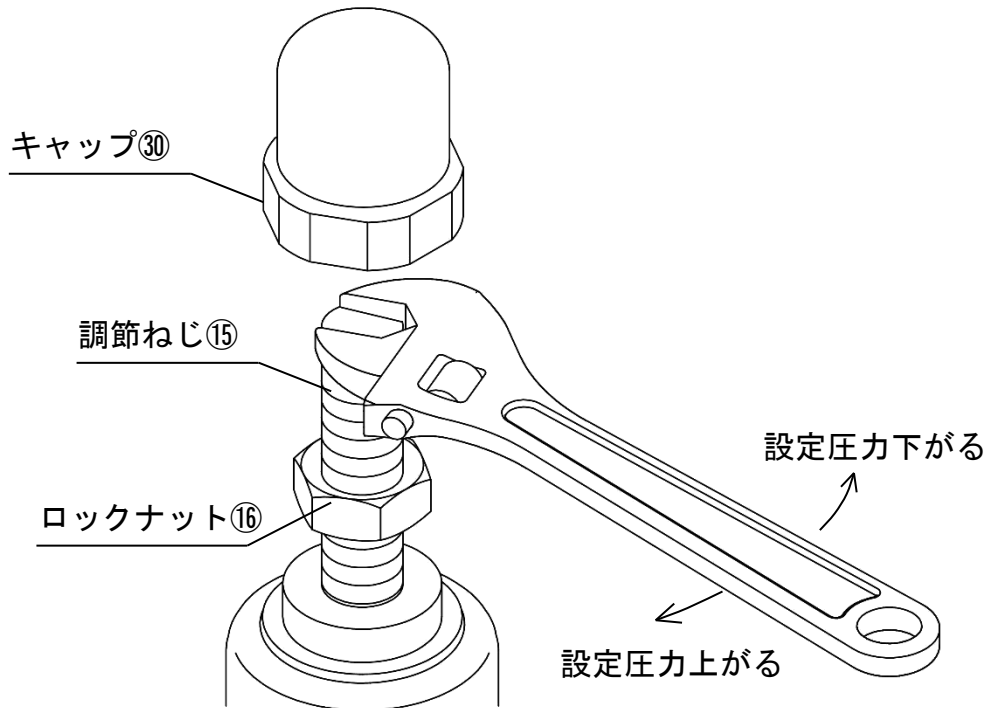

図 10 調整方法
- (5) 長期休止した場合は、再運転前に下記作動点検を実施してください。
- ・調節ねじを回転させた際、設定圧力が可変するか(図 10 参照)
- (6) 製品の調整方法を間違えますと、ハンチング等を起こしたり、要部を著しく損傷したりする場合がありますので、調整する場合は必ず『6.2 調整方法』の順序にて行なってください。
- (7) 製品周りの温度(外部温度)や流体温度により、設定圧力が変化する可能性があります。直接日光が当たるような配管はしないでください。
- (1) 製品前後の止弁を閉止し、バイパス管にて十分時間をかけ、流体をブローさせてください。ブロー終了後、バイパス止弁は必ず閉止してください。
- (2) キャップ③⑩を外し(上から見て半時計回転で緩めます)、ロックナット①⑥を緩めてください。(二面幅は表 8.参照)
- (3) 流体を流しながら、一次側止弁をゆっくりと全開にし、二次側止弁を全開にしてください。
- (4) 一次側の圧力計を見ながら希望圧力になるように調節ねじ①⑤をゆっくり回転します。右回転で二次側圧力は上昇、左回転で二次側圧力は降下します。(図 10.参照)
- (5) 調整完了後、ロックナット①⑥、キャップ③⑩を締めてください。